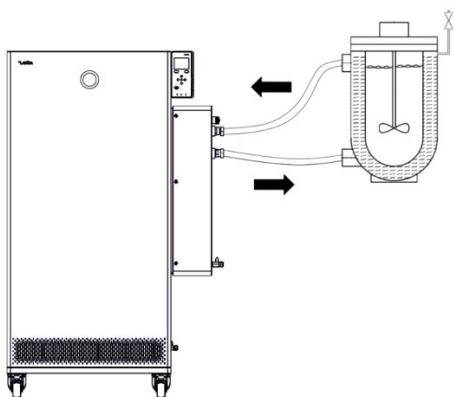

Fig. 42: Applicazione con valvola di sfiato
- Una valvola di sfiato Fig. 42 può semplificare notevolmente il processo di sfiato. A tal fine aprire periodicamente la valvola con cautela e far fuoriuscire il gas/l'aria fino a che il liquido non fuoriesce dalla valvola, dopodiché chiudere nuovamente la valvola di sfiato. Raccogliere il liquido in un recipiente idoneo. Azionare nuovamente la valvola a intervalli regolari finché l'aria non fuoriesce più.